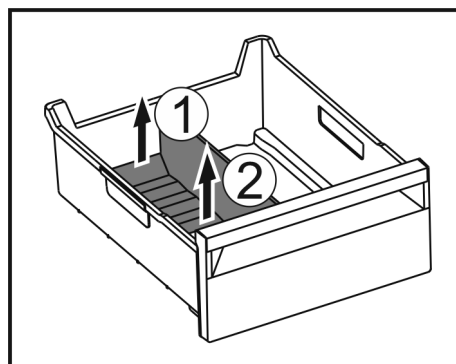

Fig. 164
- Soulever la partie arrière du séparateur de congélateur. Fig. 164 (1)
- Retirer le séparateur de congélateur par le haut. Fig. 164 (2)